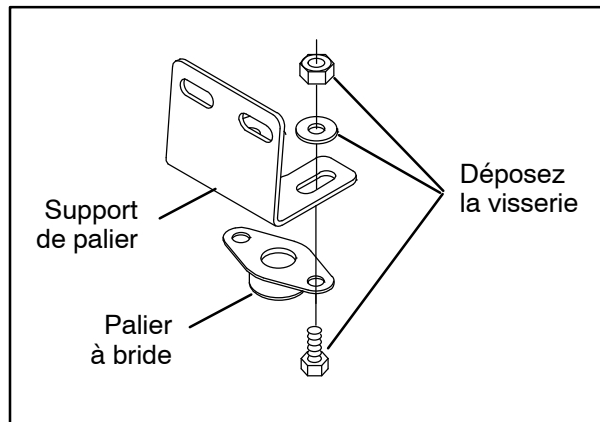

FIG. 30
29. Déposez la bride du support de palier. Mettez de côté la bride du support de palier et la visserie. Mettez le support de palier au rebut. (Figure 30)